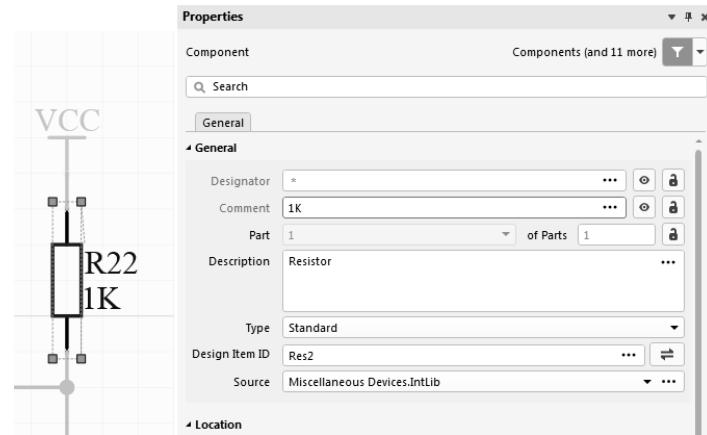

图 5-69 阻值更改成功
- ① 在“Comment”栏中选择“Same”，表示 120Ω 的电阻适配。
- ② 对筛选对话框下端的“选择匹配”进行勾选，此处一定记得要勾选，否则更改不成功。
- ③ 可以选择适配文档。
(2) 适配选中元件后会弹出对应“Properties”面板，在“Comment”栏中可以全局更改参数值，即可更改成功，如图 5-69 所示。